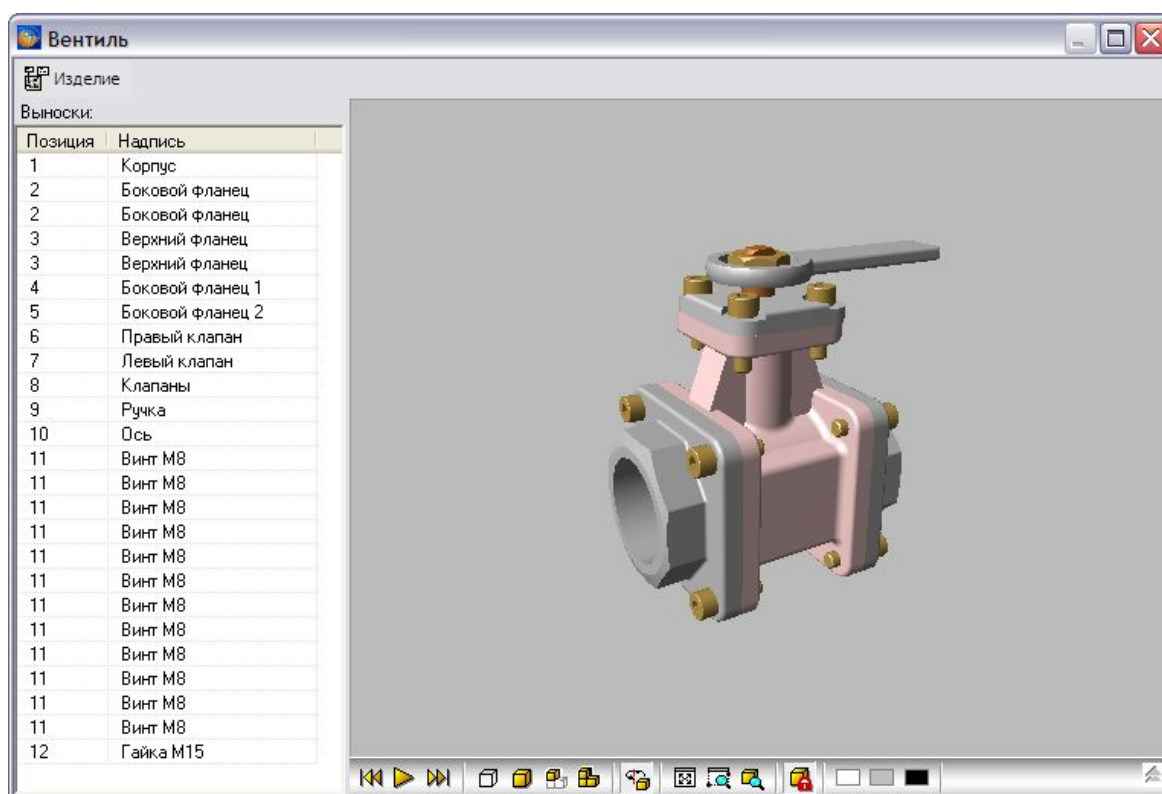

Рис. 4.69
4. Расставьте выноски для остальных деталей вентиля, как показано на Рис. 4.69.
В 3D модели IPA информация о выносках содержится в таблице и представляет собой номер выноски (Позиция) и наименование детали (Надпись) (Рис. 4.69). При заполнении таблицы каталога содержимое поля **ИТЕМ (Номер позиции)** должно совпадать с номером выноски на 3D модели. Сделайте одинаковыми и соответствующие им наименования деталей. Соответствие спецификации каталога и информации в модели IPA проводится для обеспечения удобной навигации по каталогу при его просмотре. При выборе номера позиции в каталоге будет подсвечиваться одноименная выноска на модели и наоборот.